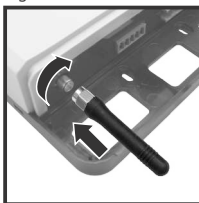

Figure 4
- Connecter la batterie (figure 4) et vérifier que, après quelques secondes, la del de couverture s'illumine en vert.